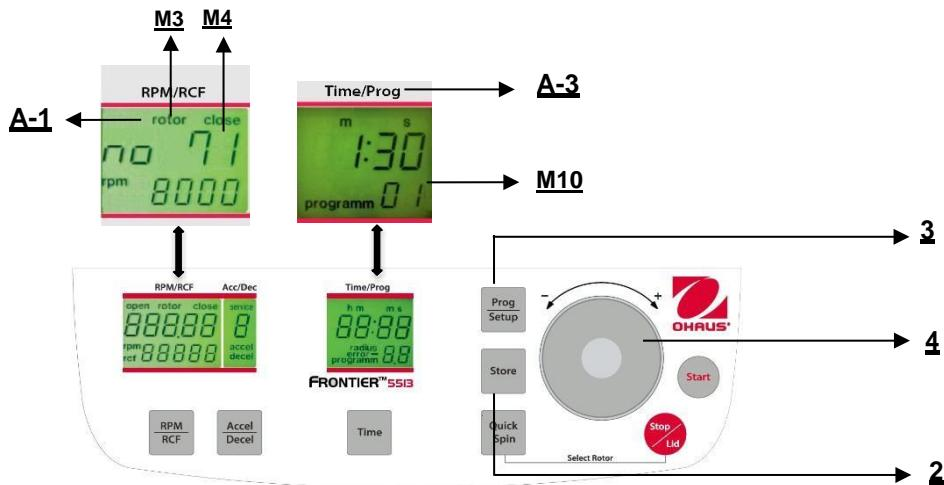

Abbildung. 19
Wenn Sie Adapter oder Reduzierer benutzen, könnte es den Zentrifugalradius des entsprechenden Rotors verändern. In diesem Fall können Sie den korrekten Radius manuell korrigieren. Gehen Sie bitte wie folgt vor: Schließen Sie den Deckel, drücken Sie dann die Taste "Time" (7) (siehe Abbildung 19) und die Taste "Prog/Setup" (3) zur gleichen Zeit und halten Sie sie.